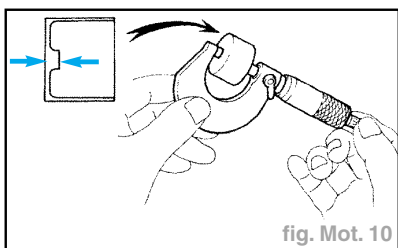

fig. Mot. 10
- à l'aide d'un palmer, mesurer l'épaisseur du poussoir déposé (fig. Mot. 10),